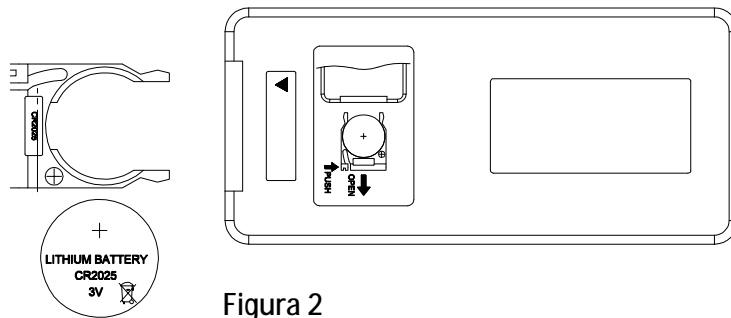

Figura 2
2. El número de baterías es CR2025. La batería tiene dos lados, uno con una función de botón y la otra es plana. (Figura 2)